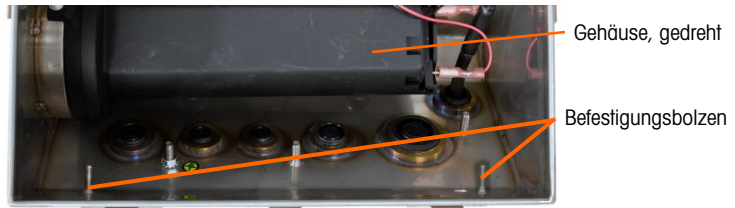

Abbildung A-9: Gehäuse umgekehrt
6. Drehen Sie das Gehäuse vorsichtig um 180 Grad und befestigen die beiden Erdungsbänder mit den zwei Muttern, die in Schritt 4 ausgebaut wurden, wieder an den beiden Bolzen nahe den Kabelfüllen (Abbildung A-9). Ziehen Sie die zwei Muttern fest.